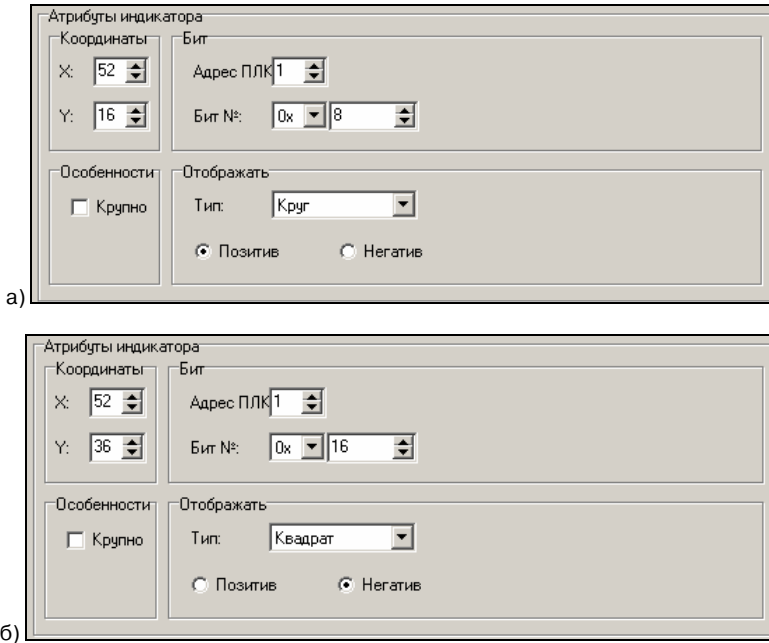

Рис. 7.15. Атрибуты индикаторов (а – «D1», б – «D2»)
13.2 Используя элемент «Индикатор», создать поля индикаторов «D1» и «D2». Приемы работы с элементом описаны в п. 4.8. Значения атрибутов индикаторов см. рис. 7.15, а, б.